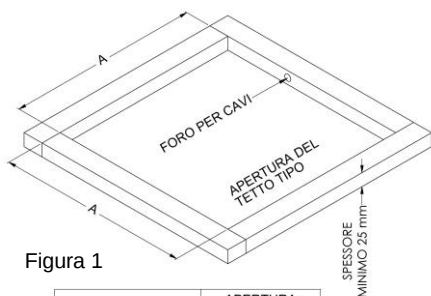

Figura 1
3. Esaminare l'apertura del tetto. Se l'apertura è inferiore alle dimensioni indicate nella tabella della Figura 1, è necessario allargare l'apertura.
B. Se non si utilizza l'apertura esistente dell'oblò, è necessario praticare una nuova apertura nel tetto del veicolo (vedi Figura 1). Sarà inoltre necessario praticare un'apertura corrispondente nel soffitto interno del veicolo. Se l'apertura del soffitto è rivestita con moquette, potrebbe verificarsi degli strappi. Dopo aver effettuato un'apertura nel tetto e nel soffitto interno della dimensione corretta, è necessario installare una cornice di rinforzo tra il tettuccio esterno e il soffitto interno.
Airxcel, Inc. raccomanda una distanza minima di almeno 25 mm tra il tettuccio e il soffitto interno del veicolo. La Figura 1 mostra una tipica cornice di rinforzo.